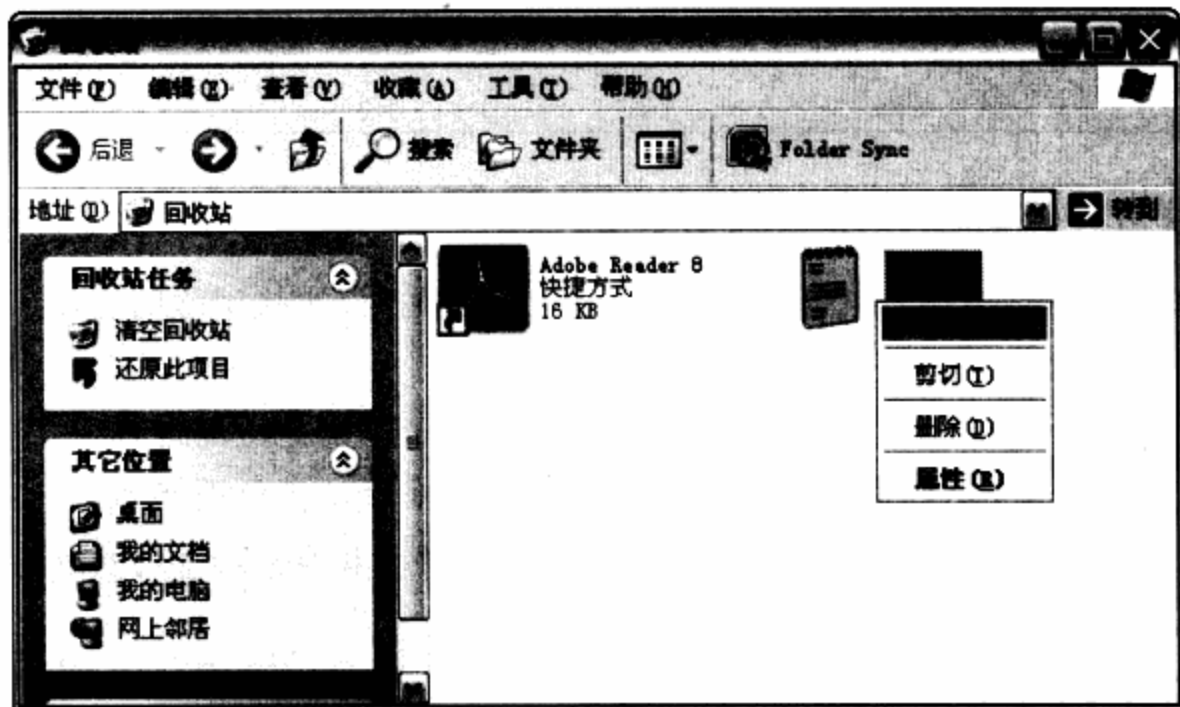

图13-19 选择“还原”命令
**步骤 03** 找到要恢复的文件或文件夹，右击被删除的文件，在弹出的快捷菜单中选择“还原”命令，即可把文件还原到文件删除前存放的位置。如图13-19所示。